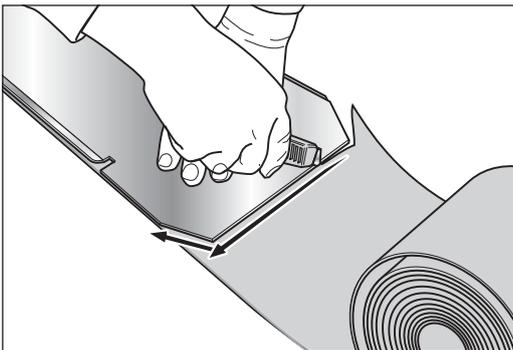

Abb. 12 Mit einem Teppichmesser den Schleifmittelbogen um die Schablone herum ausschneiden.
- 3 Legen Sie die Papierschablone auf die Rückseite des abgerollten Schleifmittels. Schneiden Sie das Schleifmittel mit einem Teppichmesser entsprechend der Schablone zu (Abb. 12).